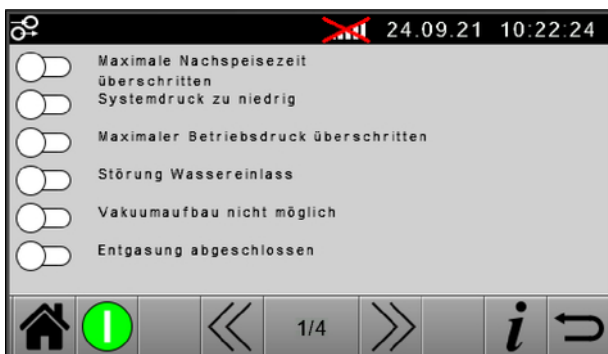

Abb. 57: Bildschirm - Event auswählen Seite 1 -
3. Event wählen, bei dem der Ausgang schaltet (siehe Abbildung 57, Abbildung 58, Abbildung 59, Abbildung 60).